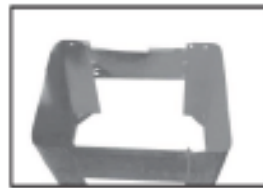

Figure 2
1. Utilisez (1) des boulons de carrosserie M8 x 16, (2) des écrous M8 x 16, (3) des rondelles plates M8 x 13 et (4) des boulons à tête hexagonale M8 x 16 pour fixer le socle. (Reportez-vous à la Figure 2) Assurez-vous que le socle repose bien à plat sur le sol. Serrez tous les écrous. Retirez le châssis de la scie du carton et placez-le sur le socle avec l'aide d'une deuxième personne.